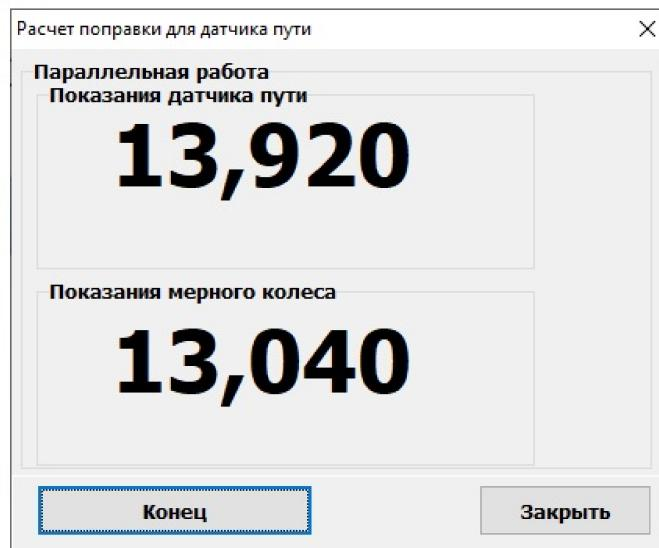

Рис. 48. Тарировка датчика пути с использованием мерного колеса.
- ▲ В процессе движения, показания датчика пути должны сравняться с показаниями мерного колеса (рис.48), после чего необходимо нажать кнопку «Конец».